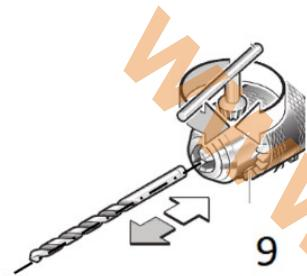

Рисунок 2.2.4. установка оснастки.
1. При выключенном инструменте поверните патрон «9» (рисунок 2.2.4.) настолько, чтобы можно было вставить инструмент.